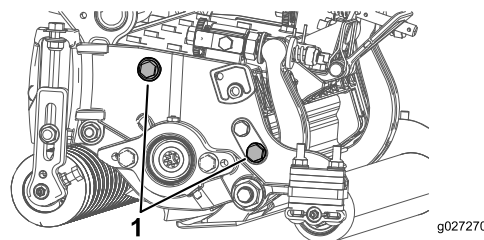

Figure 12
**Remarque:** La position du rouleau arrière par rapport au cylindre est contrôlée par les tolérances d'usinage des composants assemblés et le réglage du parallélisme n'est pas nécessaire. Un réglage limité est possible en plaçant le plateau de coupe sur un plan de travail et en desserrant les boulons de fixation de la plaque latérale (Figure 12).